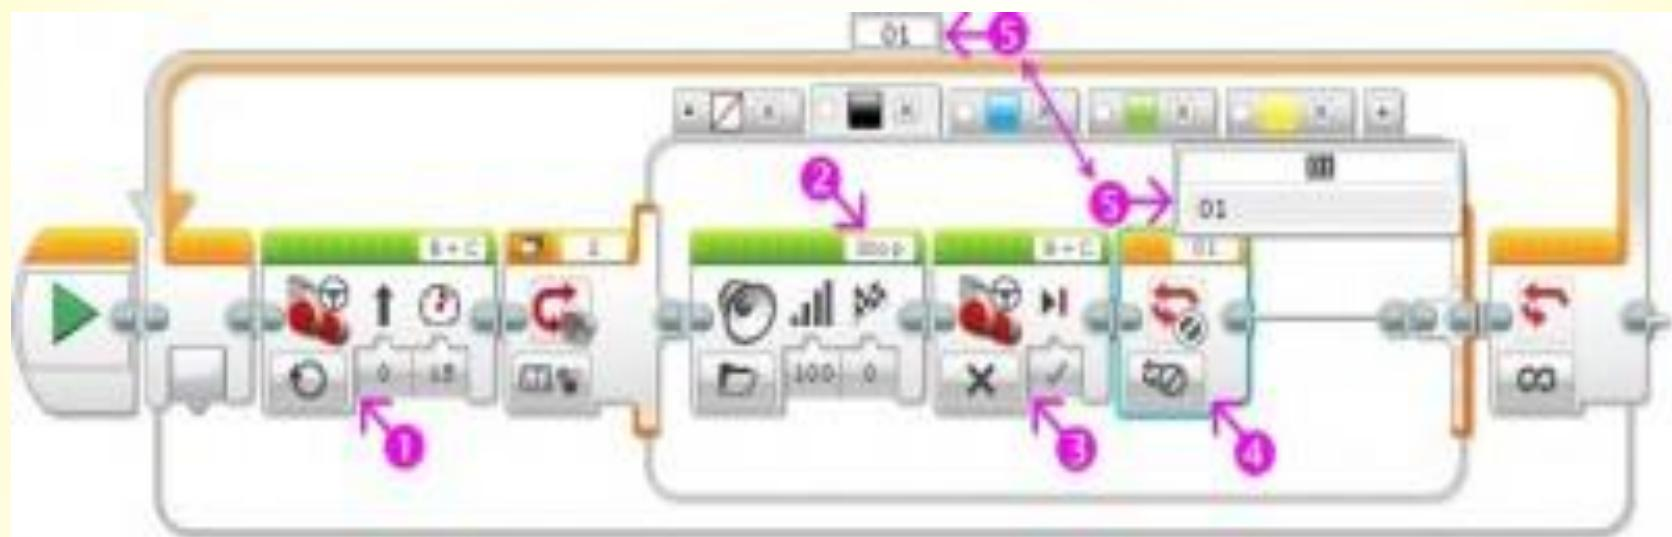

Рис. 8
- * Внутрь цикла перед программным блоком "Переключатель" добавим программный блок "Рулевое управление", тем самым заставим нашего робота двигаться (Рис. 8 поз. 1). Во время движения робот будет проверять текущее состояние датчика цвета и произносить название цвета. Если полоски будут широкими, а робот будет двигаться медленно, то, возможно, он станет произносить название цвета более одного раза, так как проверка цвета будет происходить неоднократно. Если такое положение дел вас не устроит - увеличьте скорость робота, чтобы он быстрее проезжал цветные полосы.
- * В программном блоке "Звук" изменим звуковой файл "Black" на "Stop" (Рис. 8 поз. 2).
- * Добавим в контейнер программный блок, выключающий моторы (Рис. 8 поз. 3).
- * Нам требуется прервать выполнение программного блока "Цикл", чтобы завершить выполнение программы. Для этого поместим в контейнер программный блок "Превывание цикла" Оранжевой палитры (Рис. 8 поз. 4). У данного программного блока существует только одна настройка - название прерываемого цикла. В сложной программе со множеством циклов важно правильно устанавливать эту настройку, чтобы остановить выполнение нужного цикла (Рис. 8 поз. 5). В нашей программе за программным блоком "Цикл" отсутствуют другие программные блоки, поэтому программа завершится.